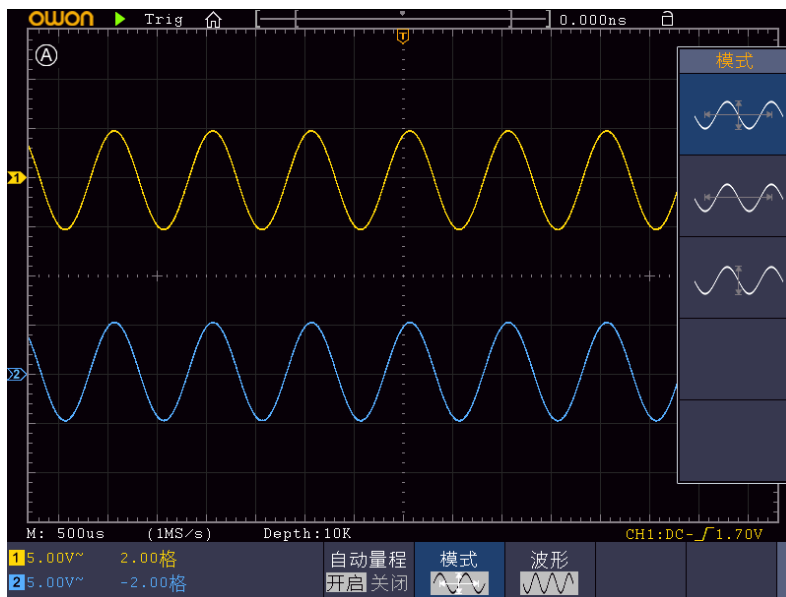

图 4-18: 自动量程 水平/垂直模式多周期波形图
4. 在下方菜单中，按 **波形**；在右侧菜单中，选择波形为 。见图 4-18：